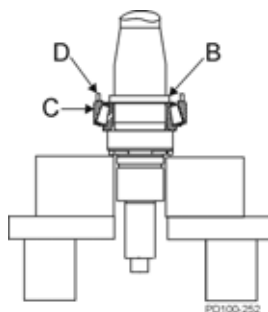

**Figure 48 - Ensemble de roulement**
**REMARQUE : N'ÉCHANGEZ PAS** les pièces d'un ensemble de roulement avec celles d'un autre. Ces pièces sont adaptées précisément les unes aux autres lors de la fabrication et doivent être installées en tant qu'ensemble assorti. Voir Figure 48.